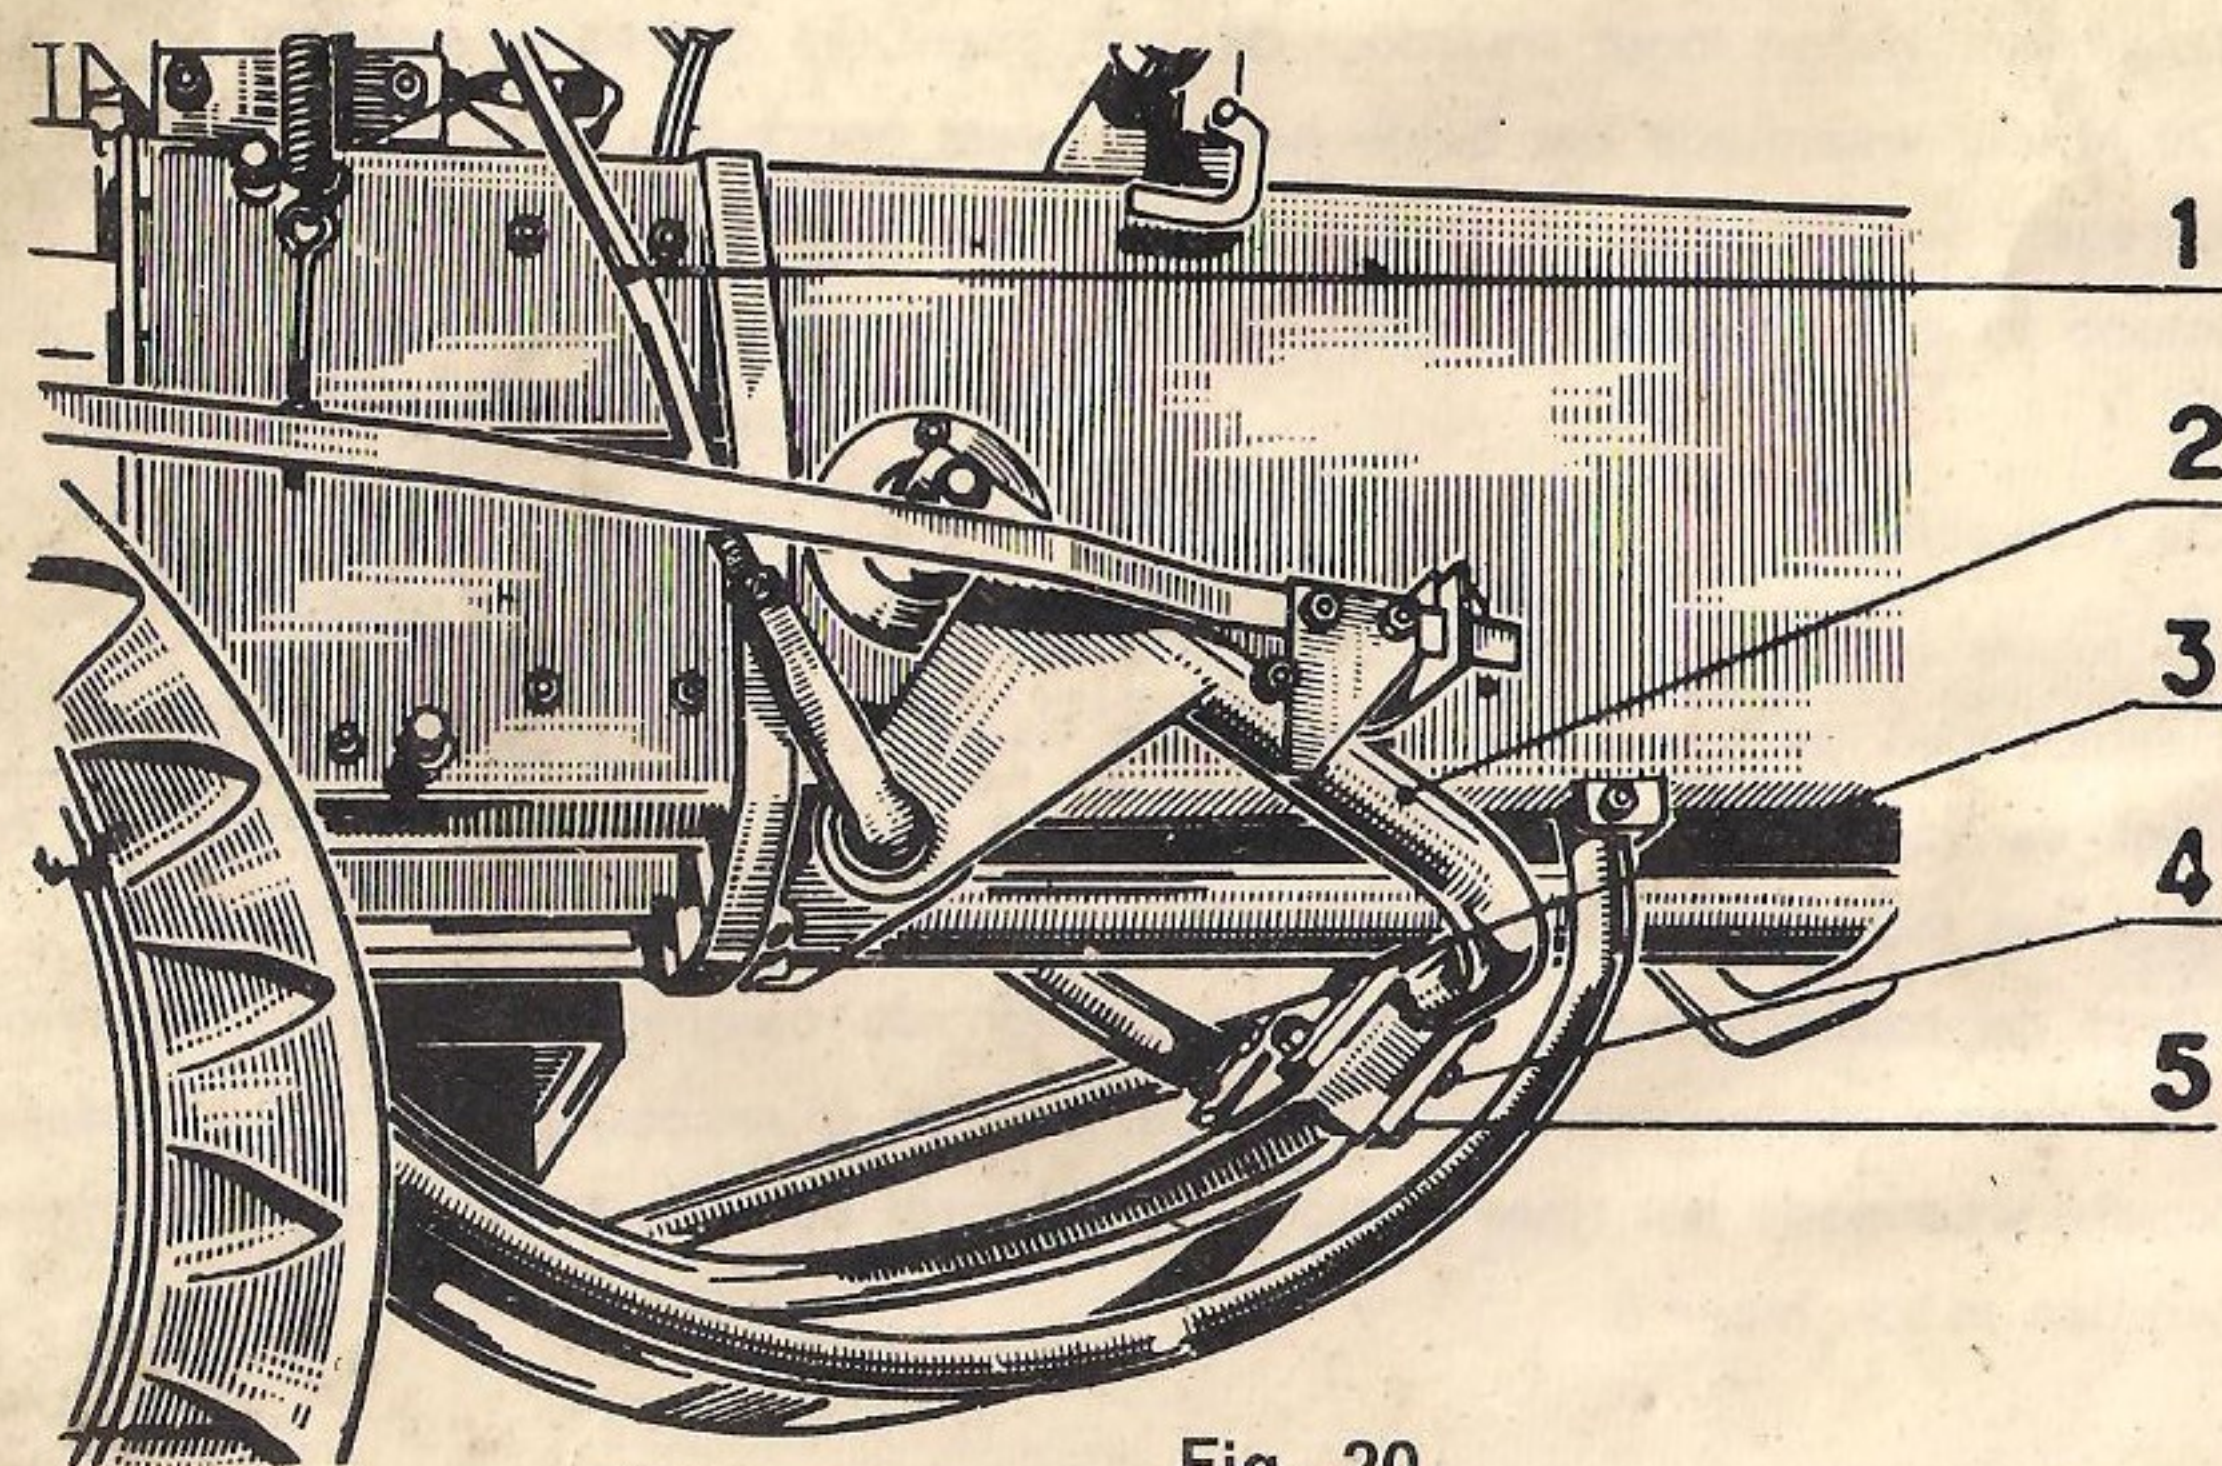

Fig. 20
5. Instelling der naalden. fig. 20.